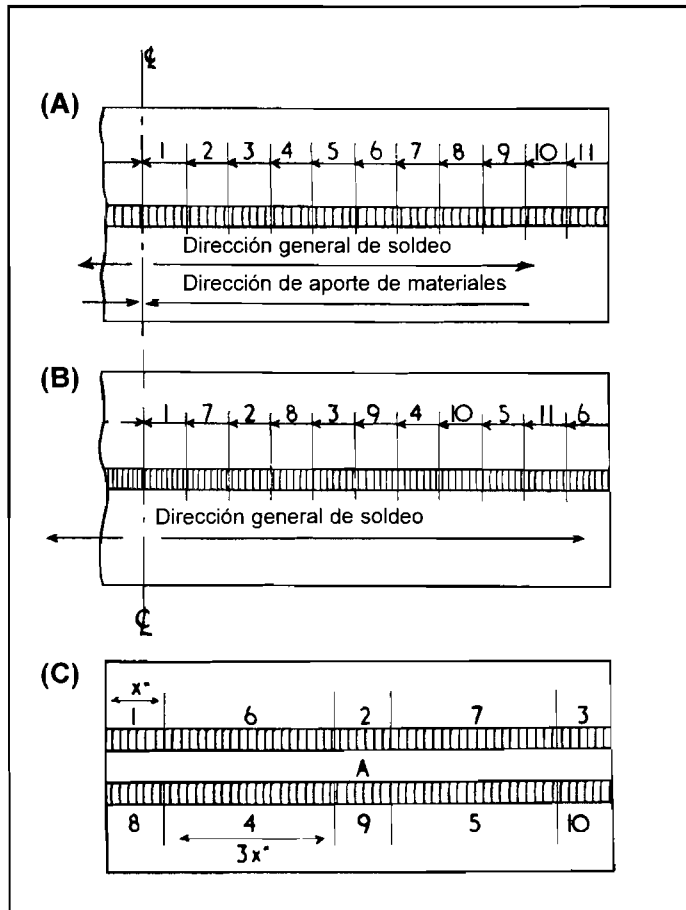

FIGURA 21.8: (A) SOLDEO DE PASO DE PEREGRINO. (B) SOLDEO A SALTOS. (C) TÉCNICA PARA REALIZAR DOS SOLDADURAS EN ÁNGULO EN FORMA DE T
Secuencia de paso de peregrino [figura 21.8 (A)]
La figura 21.8 (B) muestra el “soldeo a saltos” que es una variante del “soldeo de paso de peregrino”, consiste en realizar cordones espaciados regularmente soldando también en sentido contrario al de avance del soldeo.
En la figura 21.8 (C) se representa una técnica para realizar las uniones en ángulo alternando los cordones de soldadura.